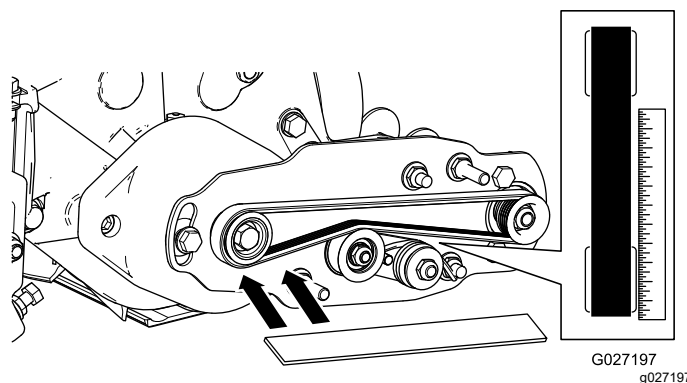

Figura 23
1. Appoggiate un regolo sulla superficie esterna della puleggia motrice (Figura 23).